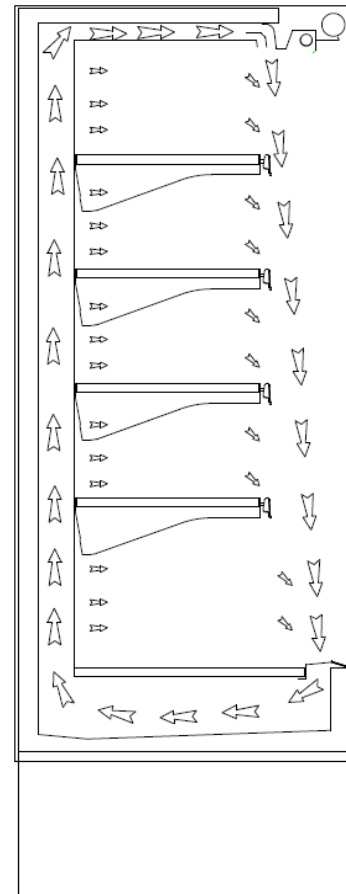

Fig. 2.6.3
- Das Produkt so unterbringen, dass zwischen den Packungen genügend Platz für die Luftzirkulation bleibt. Das Produkt gleichmäßig auf der Ausstellungsfläche verteilen, damit die Luft innen richtig zirkulieren kann und die Leistungen nicht beeinträchtigt werden (Abb. 2.6.3).